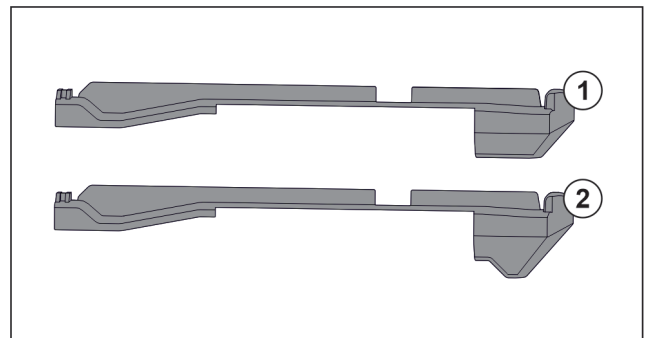

Fig. 128 对比插装件
冰箱中有两种不同的插装件。最底部抽屉上方的插装件 Fig. 128 (2) 有一个三角形的边缘。其他所有的插装件 Fig. 128 (1) 都有一个直的边缘。
- ▶ 将带有三角形边缘的插装件 Fig. 128 (2) 安装在最底部抽屉上方。
- ▶ 将带有直边缘的插装件 Fig. 128 (1) 安装到所有其他的位置上。